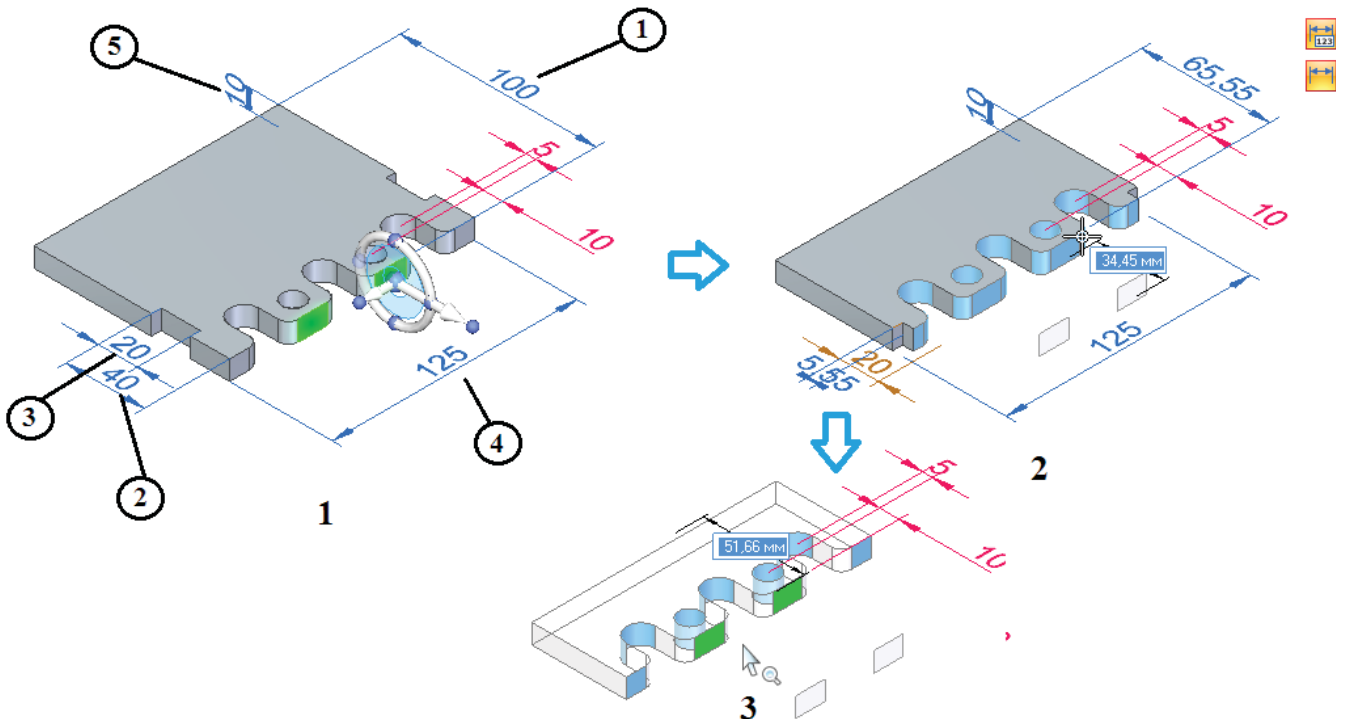

Рис. 2.3.54. Поведение размеров при синхронном редактировании
В процессе синхронного редактирования поведение размеров может быть различным. Часть размеров не влияет на процесс, часть – изменяет свое значение, часть может быть полностью отсоединена, если управляемая ими геометрия поглощается при редактировании. Если выбранный в рассматриваемой модели набор граней перемещать в обратном направлении (рис. 2.3.54, 1), то можно отметить, что свободные размеры позиций 1 и 2 будут изменять свое значение, размер позиции 3 окажется отсоединенным (2), так как поглощается геометрия выреза, а все свободные размеры позиций 1–5 при входе в диспетчер решений будут скрыты (3) как не оказывающие влияния на редактирование выбранного набора граней. Индикатором изменения размера при редактировании служит появляющийся в правом верхнем углу графического окна значок , отсоединения – значок . Поместив курсор на эти значки в режиме диспетчера размеров.